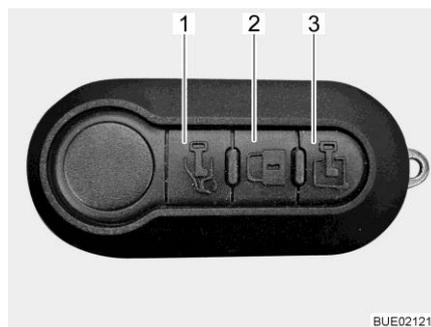

Bild 51 Multifunktionale Fernbedienung (3 Tasten)
- Fahrertür entriegeln: ■ Taste  (Bild 51,1) einmal kurz drücken. Die Fahrertür ist entriegelt.
- Eingangstür entriegeln: ■ Taste  (Bild 51,3) einmal kurz drücken. Die Eingangstür ist entriegelt.
Alle Türen verriegeln: ■ Taste  (Bild 51,2) einmal kurz drücken. Alle Türen sind verriegelt. Wenn beim Verriegeln eine oder mehrere Türen nicht ordnungsgemäß geschlossen sind, blinken die Fahrtrichtungsanzeiger (Blinker) schnell.